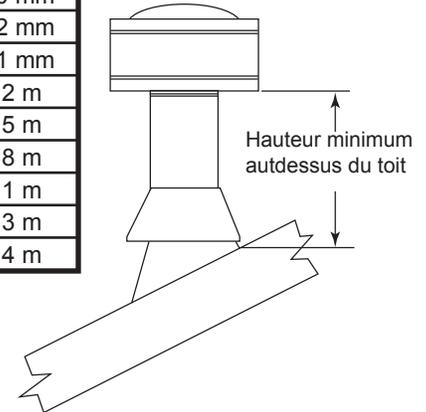

Fig. 44 Hauteurs minimales requises au-dessus du toit.
**NOTA :** Structurez les ouvertures en respectant les dimensions spécifiées dans la table pour la boîte de support de plafond cathédral (CCS), le support de plafond (SC) et partout où le dégagement coupe-feu (FS) est utilisé.
10. Serrez les languettes du collier. Vissez trois (3) vis à métal #8 x 1/4 po à travers le collier et le mur extérieur du tuyau. **NOTA** : Si la boîte de plafond cathédral est utilisée, il peut être nécessaire de fixer les tuyaux au poêle de manière temporaire. Déterminez et marquez l'emplacement du collier de support sur le tuyau. Débranchez et retirez les tuyaux assemblés. Fixez le collier de support de la manière décrite ci-dessus (à l'endroit marqué) et réinstallez l'ensemble de tuyaux. Cette opération est nécessaire due au manque d'espace dans la boîte de support de plafond cathédral. Installez les supports de dégagements requis.
11. Ajoutez des longueurs de tuyaux et de coupe-feu jusqu'à ce que l'ensemble dépasse du toit d'une hauteur suffisante afin de respecter les codes locaux concernant la hauteur minimum d'une sortie d'échappement et suivez les instructions d'installation de l'appareil fournie par le fabricant. (Fig. 44)